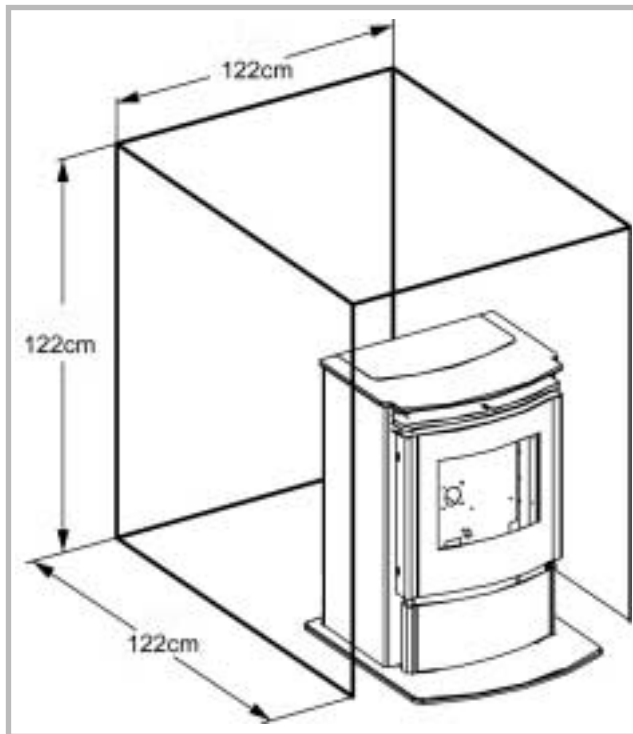

Figuur 3 - Minimale afstanden bij installatie
- 1) Neem de afstanden in acht met betrekking tot brandbaar materiaal (zie figuur 3).
Let goed op dat u voldoende ruimte over laat ten opzichte van wanden van ontvlambaar materiaal (zie figuur 3) en wanden van vuurvast materiaal. Plaats geen brandbaar materiaal, gordijnen, behang etc. in de buurt van de kachel.